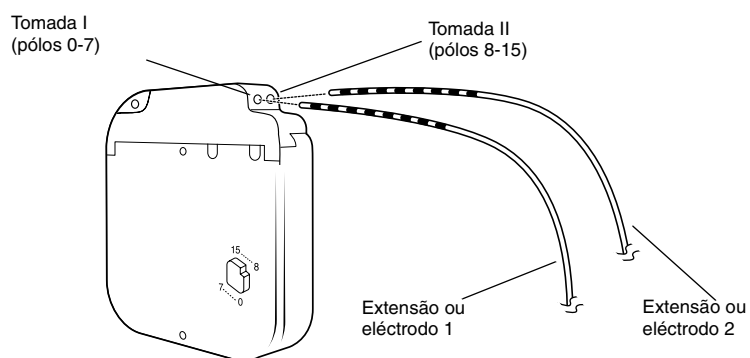

Figura 1. Insira totalmente os pinos de ligação da extensão ou eléctrodo no neuroestimulador
3. Introduza os pinos de ligação da extensão ou eléctrodo adequados na tomada adequada do neuroestimulador até estes estarem bem encaixados no bloco de ligação (Figura 1).